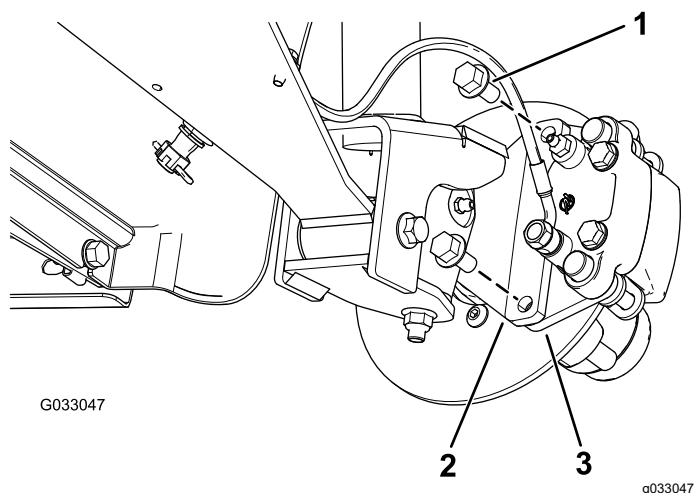
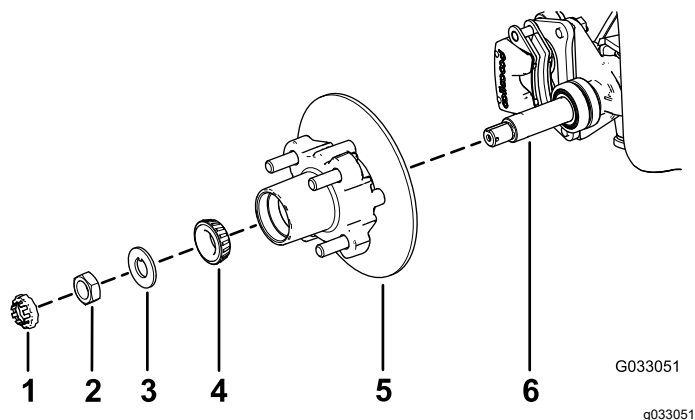

Рисунок 26
Рисунок 30
3. Выверните болты с фланцевыми головками ($\frac{3}{8} \times \frac{3}{4}$ дюйма), которые крепят кронштейн тормоза в сборе к оси, и отделите тормоз от оси (Рисунок 26).
- Нанесите тонкий слой консистентной смазки указанного типа на ось (Рисунок 30).
- Установите ступицу и тормозной диск на ось так, чтобы тормозной диск был внутри (Рисунок 30).
- Установите наружный подшипник на ось и в наружное кольцо (Рисунок 30).
- Установите стопорную шайбу на ось (Рисунок 30).
поворачивая ступицу так, чтобы подшипник был посажен на место (Рисунок 30).
- Совместите тормозные колодки с обеих сторон тормозного диска (Рисунок 26) с отверстиями в кронштейне суппорта и отверстиями в креплении тормоза на цапфе (Рисунок 30).
- Закрепите кронштейн суппорта на цапфе (Рисунок 26) с помощью 2 болтов с фланцевыми головками ($\frac{3}{8} \times \frac{3}{4}$ дюйма).